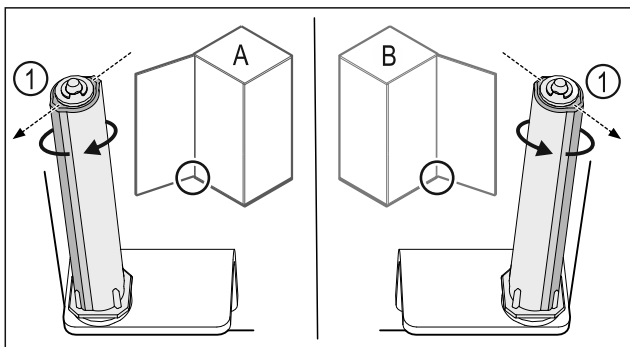

Fig. 37 Feste på venstre side (A) / feste på høyre side (B)
- ▶ Drei lukkesystemet mot motstanden til rillen på lukkesystemet Fig. 37 (1) peker utover.